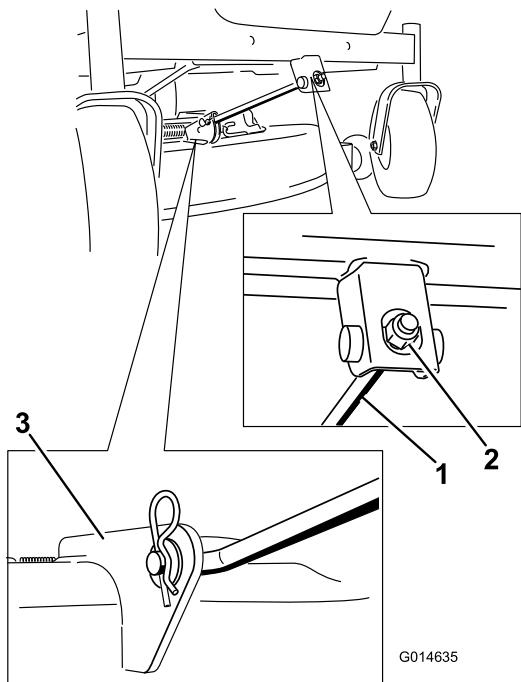

Figure 54
- Retirez la goupille fendue de la tige de support avant et déposez la tige du support de tablier (Figure 54).
- Fixez la tige de support avant au tablier de coupe à l'aide de l'axe de chape et de la goupille fendue (Figure 54).